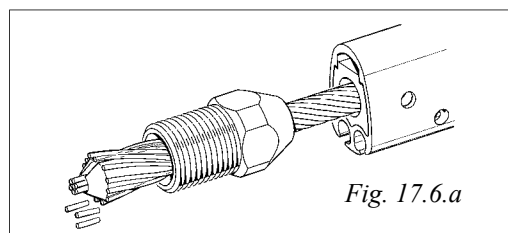

Fig. 17.6.a
1. Séparez l'embout du manchon , voir fig. 17.6.a.
6. Coupez tous les torons extérieurs dépassant de l'ogive, au niveau de la pliure, soit environ 5 mm sur le câble. Voir fig. 17.6.a.